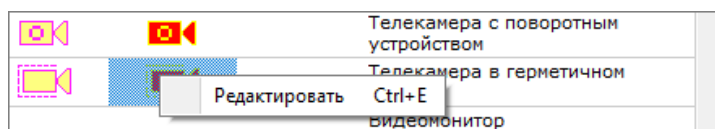

Рисунок 6-520 Контекстное меню выбранной пиктограммы
- либо кликните по пиктограмме (или по пустой ячейке добавленного пользовательского вида пиктограмм, предназначенной для размещения пиктограммы), которую необходимо изменить, правой клавишей мыши и нажмите команду «Редактировать» в появившемся контекстном меню выбранной пиктограммы (см. Рисунок 6-520);